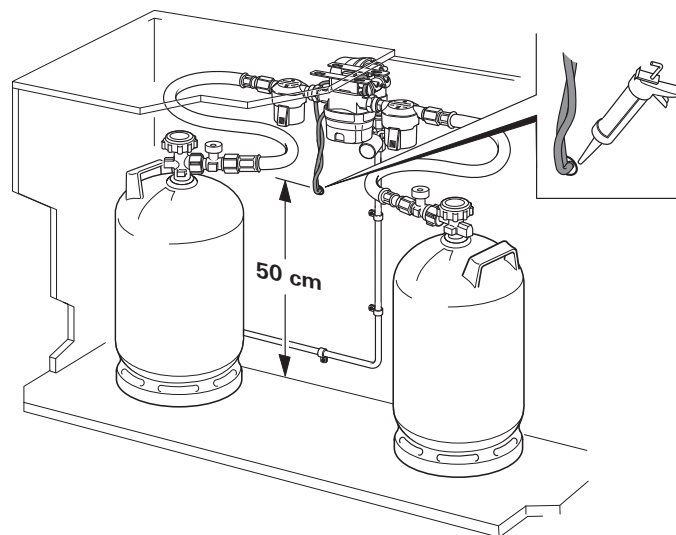

Bild 2
- Kabelgenomföringen till interiören måste genomföras minst 50 cm över flaskskåpets golv (Bild 2). Detta säkerställer att ingen gas kan komma in i interiören/ bostadsutrymmet genom kabelgenomföringen.